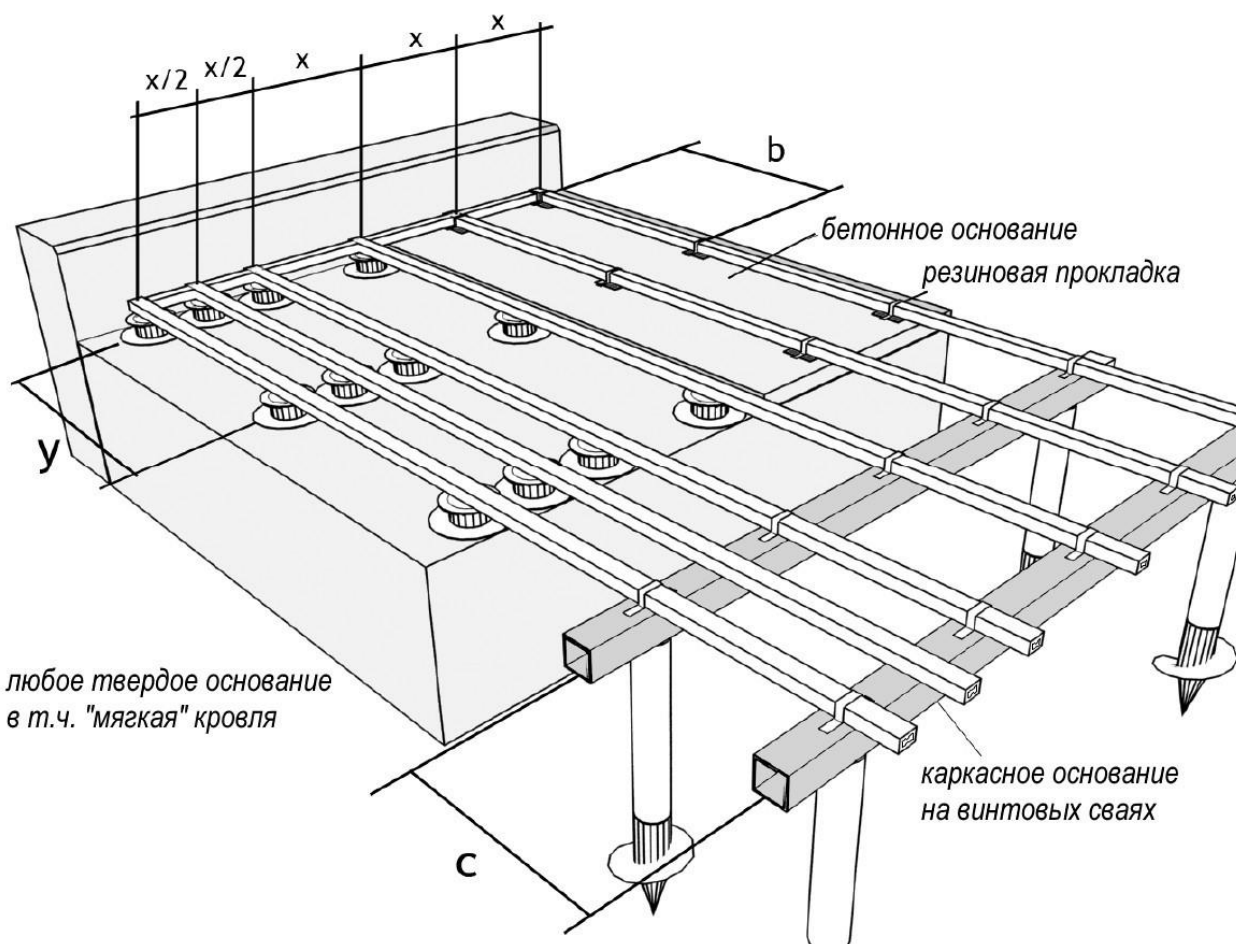

Рис.6
Для установки каркасного основания, способного нести существенную нагрузку (не менее 1000 кг/м2), рекомендуется использовать металлическую квадратную трубу размером не менее 80x80мм, либо деревянный брус не менее 100x100мм. Расстояние между несущими ригелями «С» (Рис.6) не должно превышать 400 мм при применении монтажных лаг из
*При любом виде основания, кроме регулируемых опор, монтаж лаги необходимо осуществлять с использованием оцинкованной перфорированной металлической ленты (Рис. 6). Крепежные элементы должны располагаться таким образом, чтобы после монтажа профилей из ДПК, монтажные лаги могли беспрепятственно расширяться. Такой способ крепления позволит избежать коробления настила при линейном расширении лаги.*